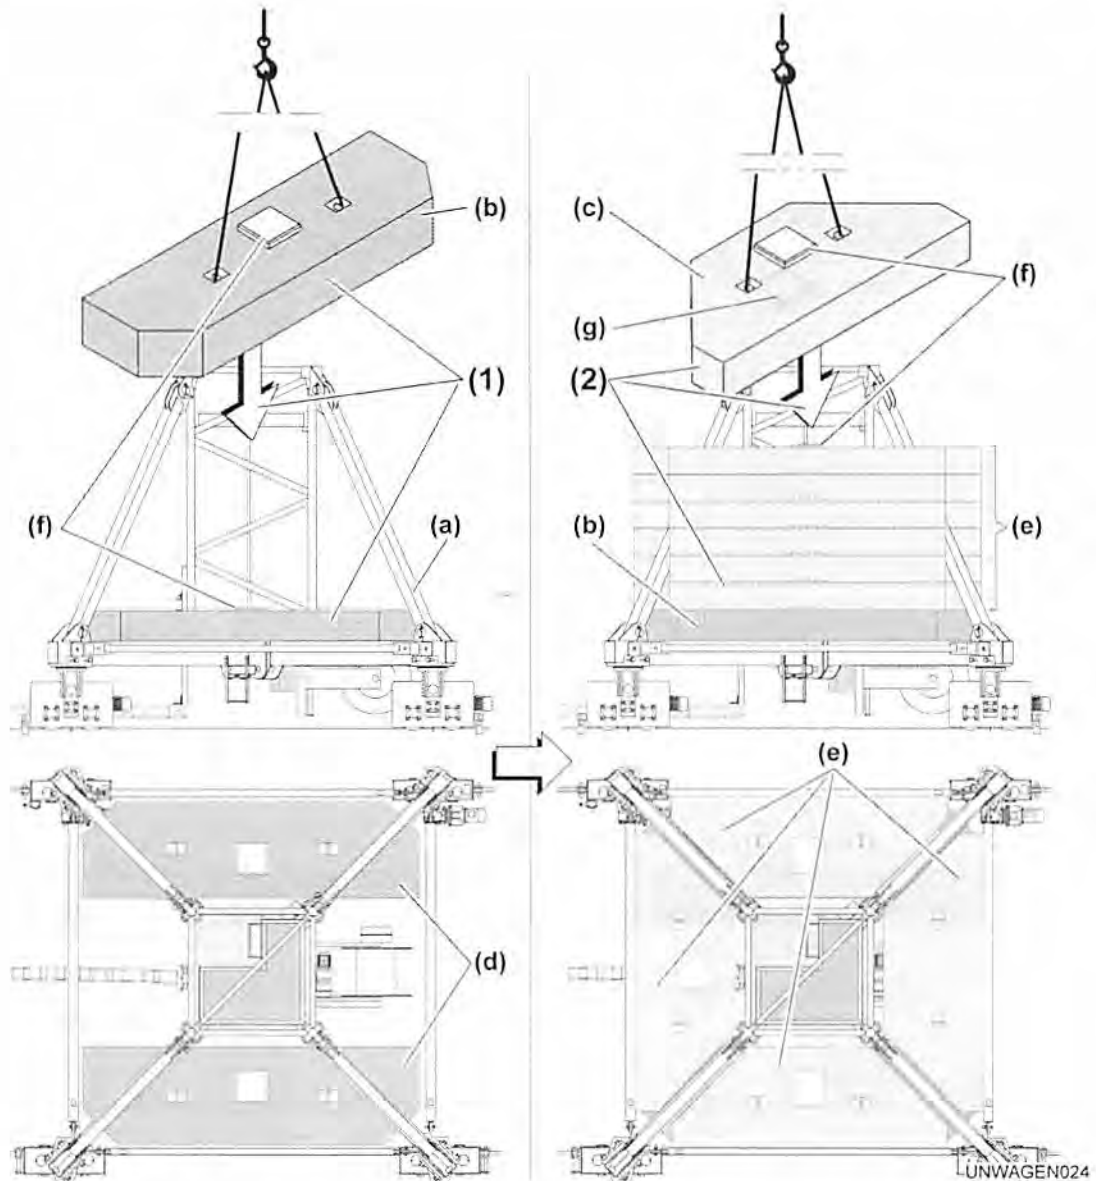

Fig. 91: Zentralballast auflegen (Anzahl der Ballastblöcke B als Beispiel gezeichnet)
► Ab zweiter Lage (e) Ballastblöcke B (c) Reihe für Reihe gleichmäßig gegenüberliegend verteilen und exakt auflegen (siehe: Fig. 91, Seite 138) . (2)